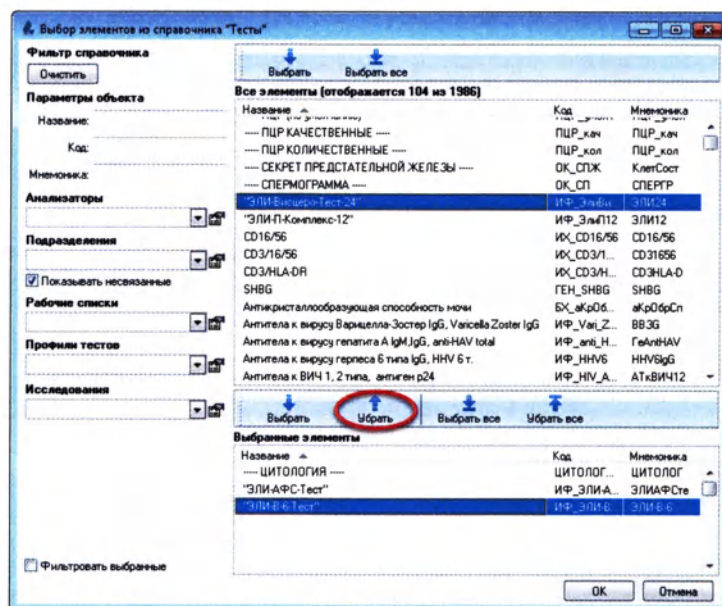

Рисунок 5.36
5. Чтобы убрать одну или несколько работ из таблицы «Выбранные элементы», щелкните по ней 2 раза левой кнопкой мыши или нажмите кнопку «**Убрать**» (Рисунок 5.36):